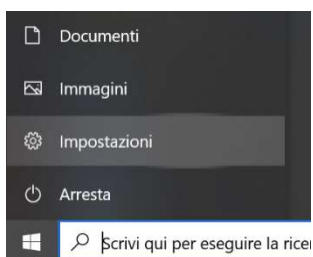

Fig. 1
2. Dal menù di Windows selezionare Impostazioni (Fig.1)